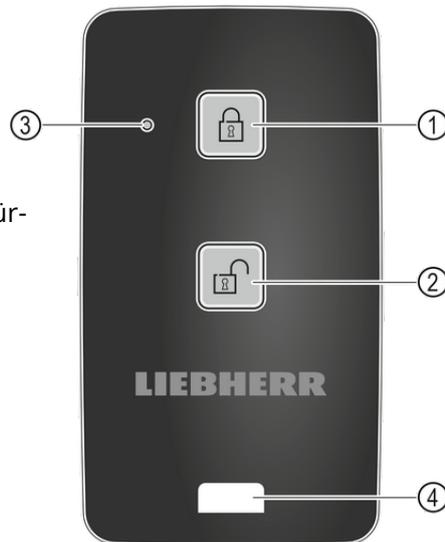

Fig. 165
uTaste Fig. 165 (1) auf der Fernbedienung drücken.
uTaste Fig. 165 (2) auf der Fernbedienung drücken.
uStatus-LED Fig. 165 (3) gibt bei Tastendruck eine optische Rückmeldung.
uÖse Fig. 165 (4) zur Befestigung der Fernbedienung, zum Beispiel an einem Schlüsselbund.